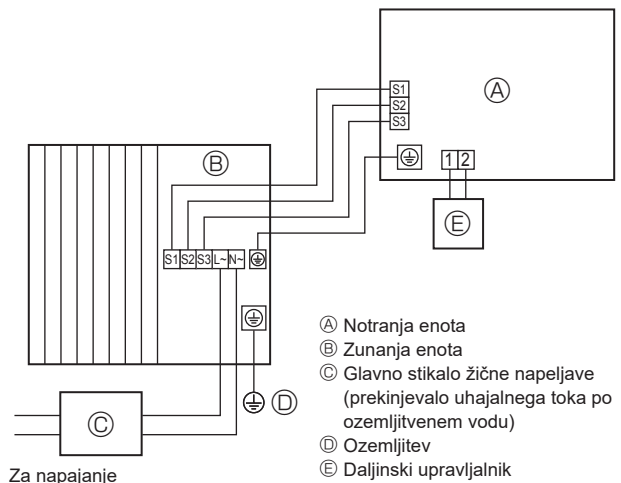
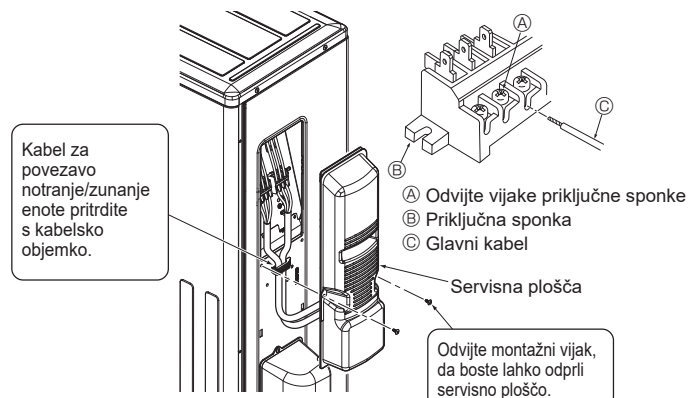

Fig. 6-1
Fig. 6-3
### 6.1. Zunanja enota (Fig. 6-1, Fig. 6-2, Fig. 6-3)
- ① Odstranite servisno ploščo.
- ② Napeljite kable, kot je prikazano na slikah Fig. 6-1, Fig. 6-2 in Fig. 6-3.